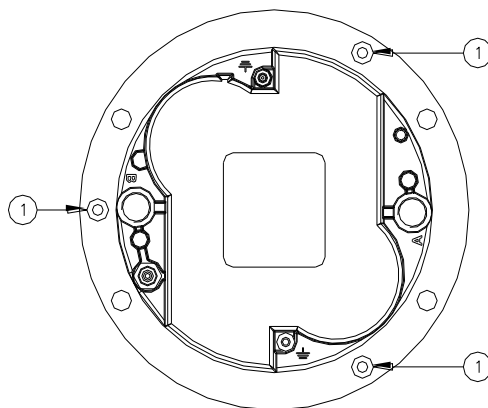
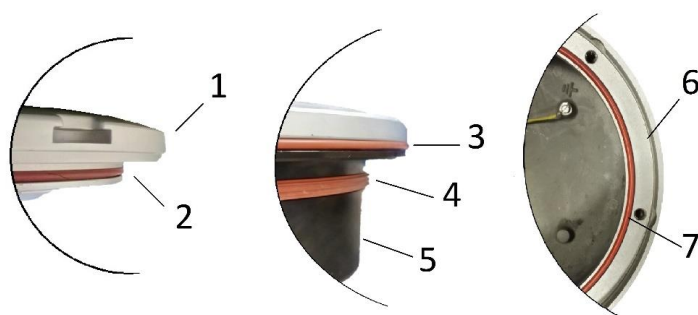

Figure 19 – Vis de fixation du couvercle inférieur
Figure 21 – Joints du feu
- Séparer le couvercle inférieur du couvercle supérieur en desserrant les trois vis de blocage TORX M5x10 (Figure 19 - n°1).
- trois vis de blocage TORX M5x10 (Figure 19 - n°1) ;
- joint torique entre le couvercle supérieur et le couvercle inférieur (Figure 21 – n°2) ;
- Vérifier le positionnement correct du joint torique entre le couvercle supérieur et le couvercle inférieur (Figure 21 – n°2) ; monter le couvercle inférieur dans le couvercle supérieur et le fermer avec les trois vis TORX 5x10 (Figure 19 - n°1). Une couche mince d'adhésif anaérobie frein-filet moyen (par exemple LOXEAL 24-18) peut être appliquée aux vis avant l'installation ; couple de serrage 2,5 Nm.
- le joint torique autour du couvercle (Figure 21 – n°3) ;
- joint entre le feu et la base peu profonde dia. 8" (Figure 21 – n°4) ;
- joint torique entre le feu et la base peu profonde dia. 12" (Figure 21 – n°7) ;